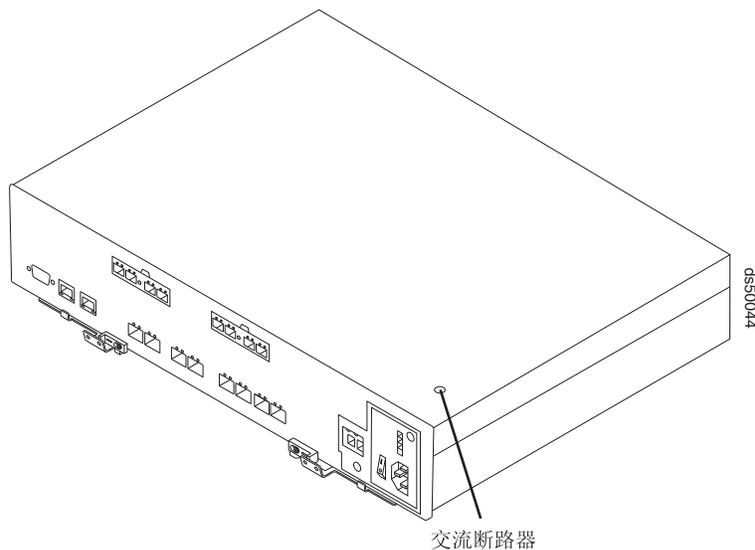

图 102. 断路器插孔
8. 将不导电指示笔插入控制器盖板上相应的孔中并轻轻向下按。图 102 显示了控制器 B 盖板中断路器插孔的位置。
注：将控制器 A 和 B 插入控制器插槽时，断路器插孔的位置如下。在控制器 A 中，断路器插孔在控制器底部的左侧。在控制器 B 中，断路器插孔在控制器顶部的右侧（如图 102 所示）。